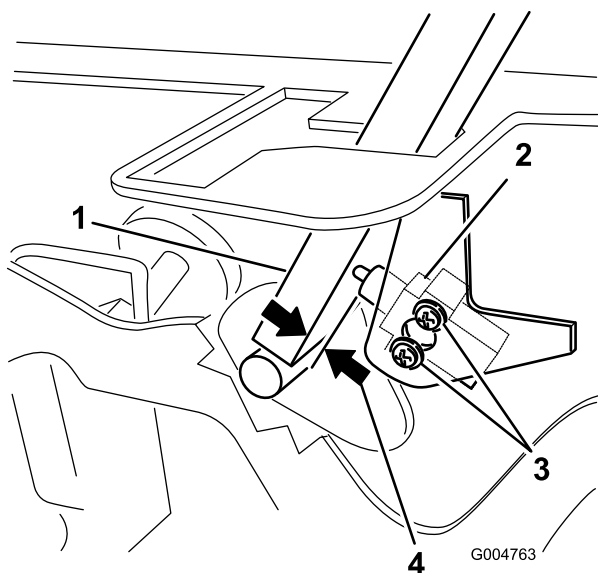

Figura 48
3. Desaperte os 2 parafusos que prendem o interruptor de segurança (Figura 48).
4. Segurando na alavanca de controlo encostada à estrutura, desloque o interruptor na direção da alavanca até que a distância entre a alavanca e o corpo do interruptor seja 0,4 a 1 mm, como se mostra na Figura 48.